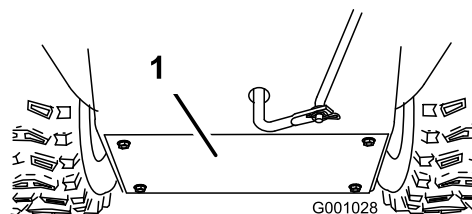

**Figure 46**
Graissez légèrement l'arbre hexagonal une fois par an avec de l'huile moteur de type automobile (Figure 46).
**Important:** Veillez à ne pas faire couler d'huile sur la roue en caoutchouc ou le plateau d'entraînement à friction en aluminium, car cela fera patiner la transmission (Figure 46).